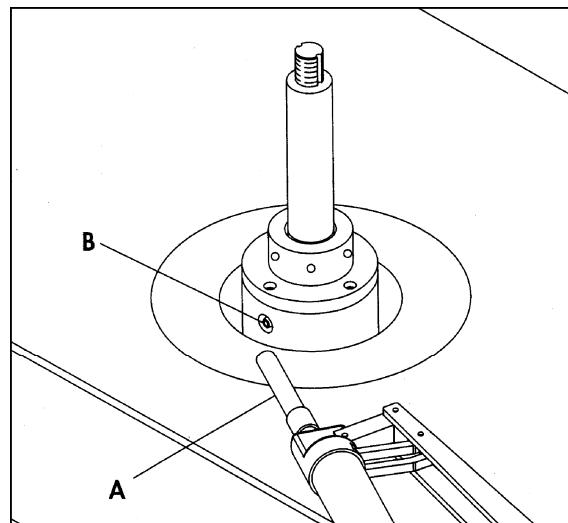

Рисунок 35
Подшипники шпинделя нужно смазывать каждые 200 часов работы, используя поставляемый шприц (A Рис. 35). Для этого на основании шпинделя имеется два отверстия для смазки, одно из которых изображено на рисунке (B, рис. 35). Другое отверстие для смазки находится на противоположной стороне. Перед смазкой тщательно очистите отверстия (B) и смажьте подшипники шпинделя путем двукратного закачивания высококачественной консистентной смазки.